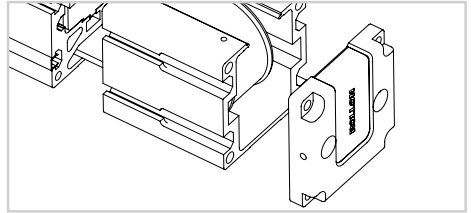

Abb. 11
- 11) Trennen Sie den Umlenkopf vom Profil und entfernen Sie die Riemenscheibe (Abb. 11).